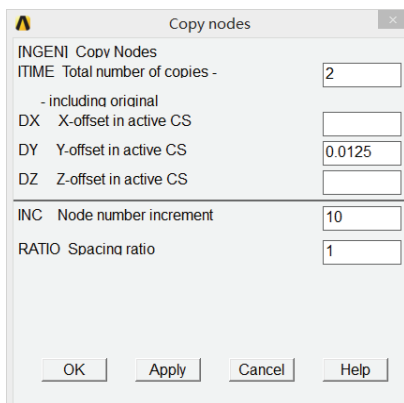

图 6-96 复制节点对话框
4) 选择 Main Menu | Preprocessor | Modeling | Copy | Nodes | Copy 命令, 出现 Copy Nodes 拾取菜单, 单击 Pick All 按钮, 出现 Copy nodes 对话框, 参照图 6-96 对其进行输入, 单击 OK 按钮关闭该对话框。